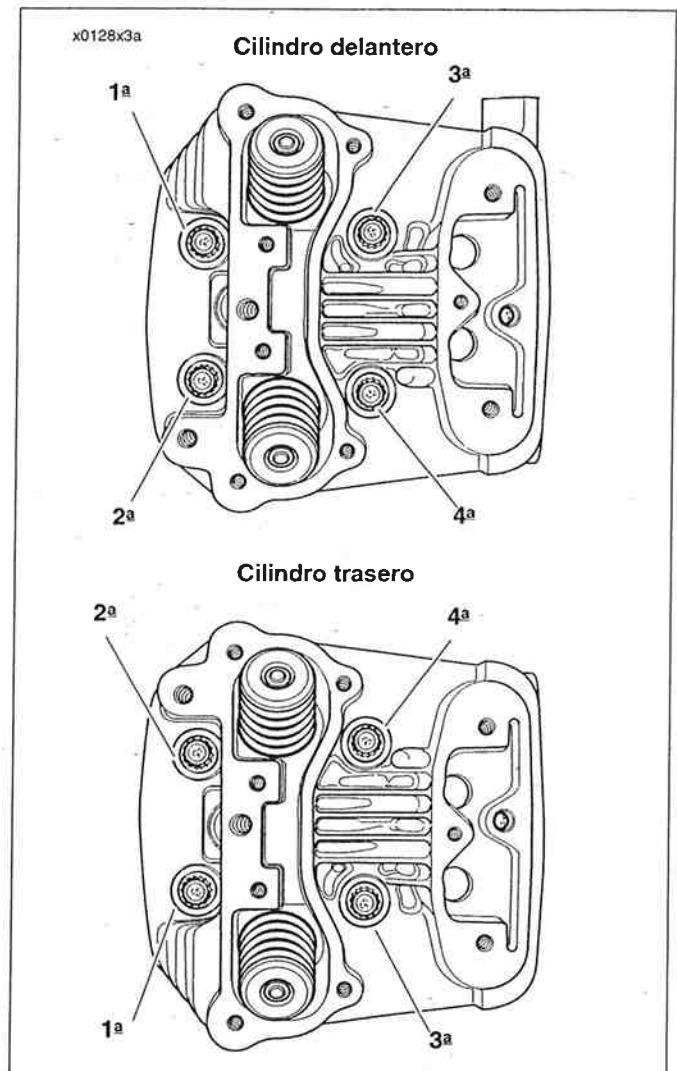

Figura 3-17. Secuencia de aflojamiento y apriete de los tornillos de la culata
Vea la Figura 3-17. Si los tornillos de la culata no se aflojan (o aprietan) gradualmente en la secuencia que se muestra, los espárragos de la culata del cilindro y del cárter se pueden deformar.
1. Vea la Figura 3-17. Afloje cada tornillo de la culata 1/8 de vuelta siguiendo la secuencia mostrada.